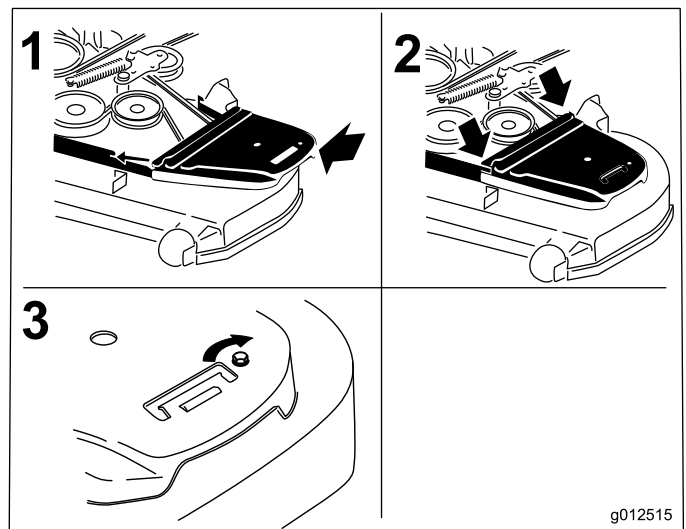

Figure 74
12. Reposez les couvercles de courroies ainsi que les boulons fixés dessus (Figure 74).